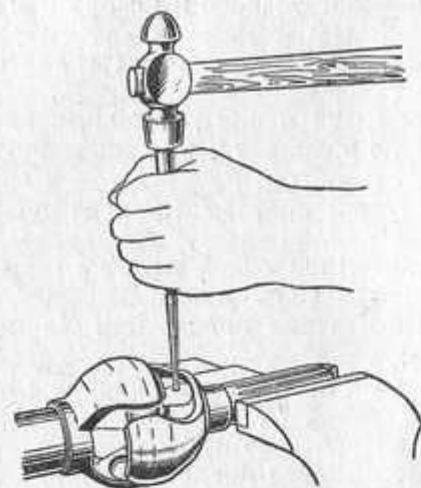

Рис. 81. Разборка шарнира постоянной угловой скорости.
1) выбить при помощи бородка стопорный штифт (рис. 81);